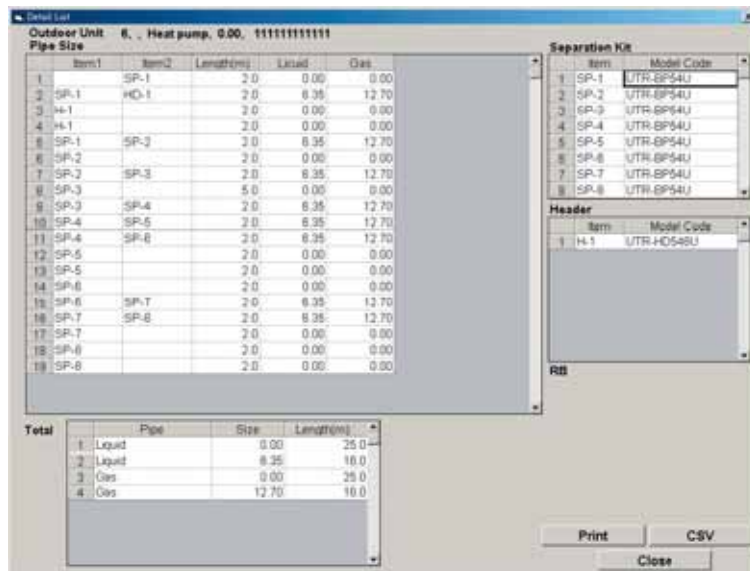

Рис. 6.4.4
6 При нажатии на кнопку "Подробно" (Detail List) (6) откроется окно, изображенное на рис. 6.4.4, где пользователь может подтвердить разбивку по диаметрам трубных линий, разветвителей-тройников и гребенок. При нажатии кнопки "Печать" (Print) данные будут выведены на печать. При нажатии на кнопку "CSV" откроется диалоговое окно подтверждения (рис. 6.4.5). При нажатии кнопки "Да" информация будет сохранена.